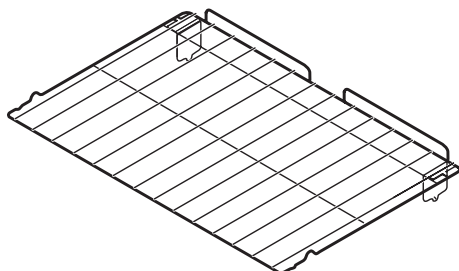

Figure 4
- La grille Effortless™ (Figure 4).
5. En tenant le bras-connecteur en place, faites le pivoter jusqu'à ce que le bout du bras-connecteur inséré dans le support de porte pointe vers le haut (Figures 4 & 5). Le bras-connecteur est maintenant verrouillé en position.